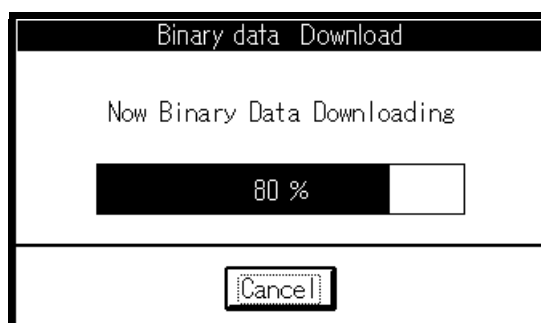

図 5-6 ダウンロード中のダイアログ表示例
- OK ボタンをクリックすると、指定ファイルのダウンロードを開始します。ダウンロード中は、図 5-6のダイアログを表示します。このダイアログの Cancel ボタンをクリックすると、ダウンロードを中断できます。なお、ダウンロードが終了すれば、このダイアログは自動的に閉じます。